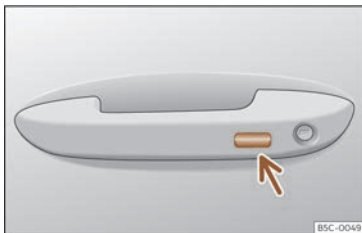

Fig. 95 Asa da porta:superficie sensora.
- **OU BEN** mediante o sistema Keyless Access (só peche): Manteña un dedo durante algúns segundos sobre a superficie sensora de bloqueo >>> **fig. 95** (frecha) da asa da porta para que se pechen as xanelas e o teito. Se deixa de tocar a superficie sensora, interrómpese a función de peche.
- Durante uns segundos, manteña un dedo na superficie sensora de bloqueo»» fig. 95 (frecha) da asa da porta para pechar o teito. Se deixa de tocar a superficie sensora, interrómpease a función de peche.